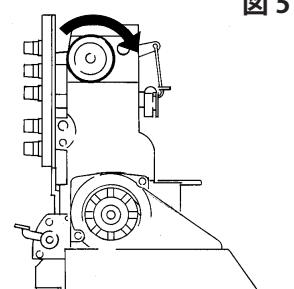
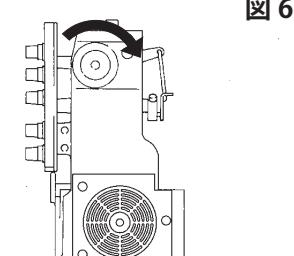

図 5
図 6
- はじめてミシンを運転する場合、電源スイッチを入れてミシンのプーリー回転方向を確認してください。ミシンの正回転は、プーリー側からみて時計回りです。(図 5、図 6)